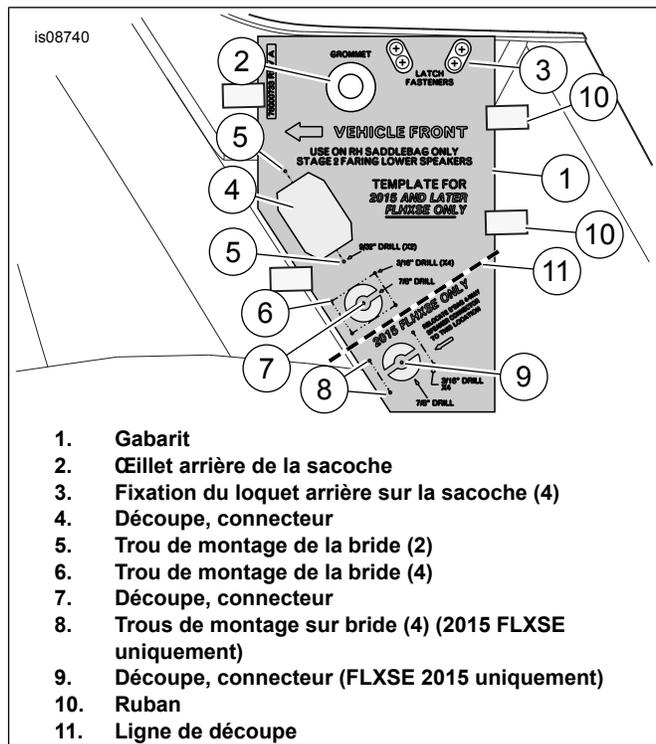
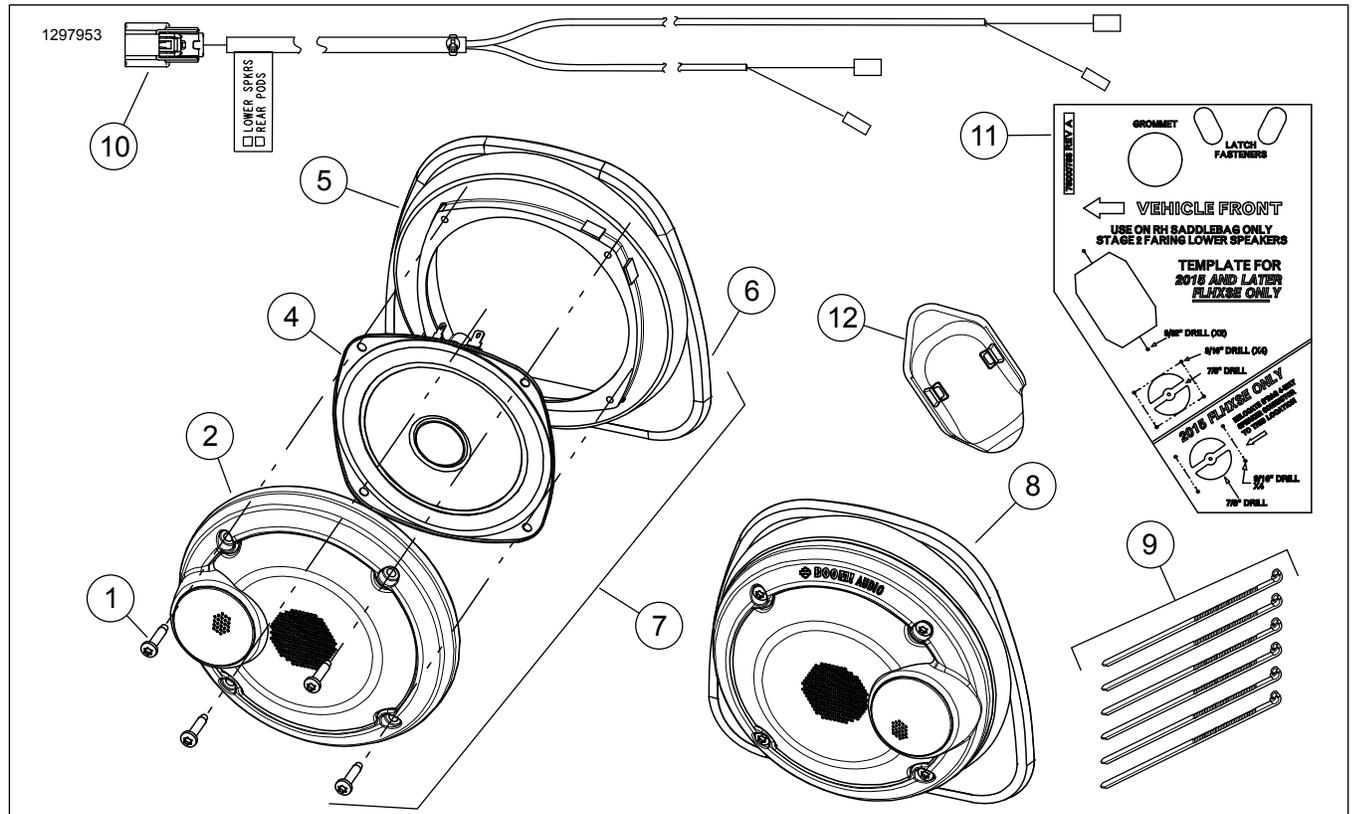

Figure 3. Découpe de la sacoche droite et l'Installation du faisceau de forage
Figure 4. Pièces de rechange, Haut-parleurs inférieurs de carénage
Voir Figure 4 et Tableau 1 .
1. Voir Figure 4 . **Première étape** : Rangez les fils des petites bornes du faisceau de câbles (10) dans le carénage inférieur. **Deuxième étape** : Le faisceau de câbles (10) n'est pas utilisé. Supprimer le faisceau de câbles. Rangez le faisceau de câbles du véhicule en suivant les instructions fournies dans le kit d'installation amplificateur. **NE PAS** percer de trous dans le bas du carénage.
Connectez [313] au faisceau de câbles (10). Voir Figure 4 . Passez à la phase d'achèvement.
1. Voir Figure 3 . Utiliser le modèle (1) pour réaliser des découpes sur la sacoche pour le connecteur à brides de 18 voies de l'amplificateur **inférieur du carénage** [289-1].
- b. Placer le gabarit sur la sacoche. Aligner les ouvertures de la fixation de l'œillet (2) et du loquet (3). Utiliser un ruban adhésif (10) pour fixer le gabarit en position.
- d. Tracer la ligne de coupe (4) sur la sacoche. Tracer la ligne de coupe (7) sur la sacoche. Tracez un contour coupé (9) sur la sacoche.
- e. Percer deux trous de 9/32 po (5) pour les emplacements de montage de la bride du connecteur. Percer cinq trous de 3/16 po (6) pour les emplacements de montage de la bride du connecteur. Percer cinq trous de 3/16 (8) pour les emplacements de montage des brides de raccordement.
- f. Retirer le gabarit. Utiliser une scie pneumatique (ou équivalent) pour la découpe du connecteur (4). Vérifier la taille de l'ouverture (4) à l'aide du connecteur à brides à 18 voies [289-1A] sur le harnais de la sacoche (voir Figure 4 , article 7). Former le trou comme indiqué sur le gabarit pour un meilleur ajustement le cas échéant.
1. Voir Figure 3 . Utilisez le modèle (1) afin de réaliser des découpes sur la sacoche pour le connecteur à **brides** de 18 voies de l'amplificateur inférieur de carénage [289-1].
- a. Taillez le bas du modèle le long de la ligne de coupe (11). Éliminez le bas du modèle.
- c. Placer le gabarit sur la sacoche. Aligner les ouvertures de la fixation de l'œillet (2) et du loquet (3). Utiliser un ruban adhésif (10) pour fixer le gabarit en position.
- e. Tracer la ligne de coupe (4) sur la sacoche. Tracer la ligne de coupe (7) sur la sacoche.
- f. Percer deux trous de 9/32 po (5) pour les emplacements de montage de la bride du connecteur. Percer cinq trous de 3/16 po (6) pour les emplacements de montage de la bride du connecteur.
- g. Retirer le gabarit. Utiliser une scie pneumatique (ou équivalent) pour la découpe du connecteur (4). Vérifier la taille de l'ouverture (4) à l'aide du connecteur à brides à 18 voies [289-1A] sur le harnais de la sacoche (voir Figure 4 , article 7). Former le trou comme indiqué sur le gabarit pour un meilleur ajustement le cas échéant.
- h. Après avoir installé le connecteur à 18 voies [289 - 1] : Installez le couvercle du connecteur (12) sur celui-ci en le clipsant en place. Fixez les faisceaux de câbles à l'intérieur du sac à l'aide de sangles de câbles et de bases adhésives fournies dans le kit d'installation de l'amplificateur. Terminez la 2ème étape de l'installation de l'amplificateur en suivant les instructions contenues dans le kit.
Voir Figure 3 , Articles 6 et 7.